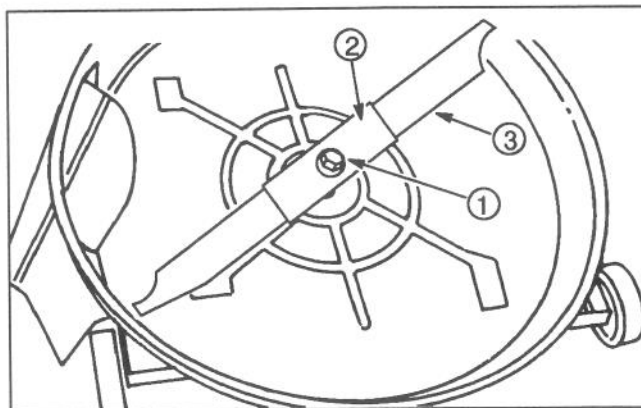

Figure 21
6. Saisir l'extrémité de la lame à l'aide d'un chiffon ou d'un gant épais. Puis enlever le boulon de la lame, la rondelle et la lame (Fig. 21).
9. Remettre l'un après l'autre, la lame, le raidisseur, la rondelle et le boulon de la lame (Fig. 21). Serrer le boulon à 61-81 Nm.
7. Profiter de ce que la machine est debout pour vérifier l'état de la lame (Fig. 21).